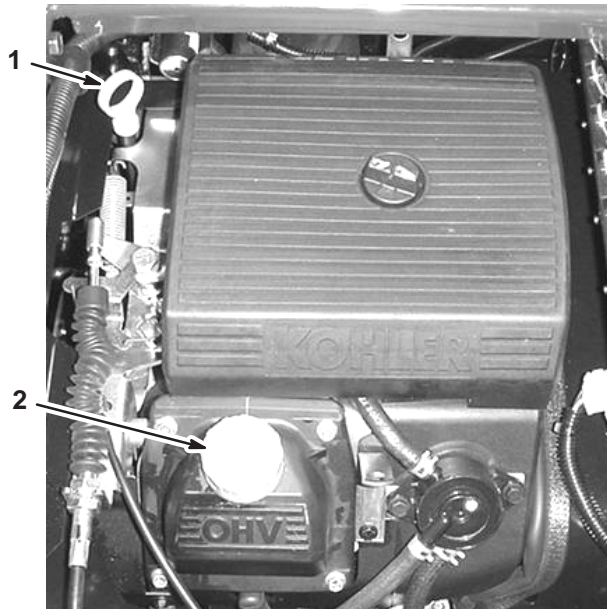

Figure 6
2. Retirez la jauge et essuyez-la sur un chiffon propre (Fig. 6). Remettez la jauge dans le tube en vérifiant qu'elle est enfoncée au maximum. Sortez de nouveau la jauge et vérifiez le niveau d'huile.
3. Si le niveau d'huile est bas, retirez le bouchon de remplissage du couvre-culasse (Fig. 6) et ajoutez la quantité d'huile nécessaire pour amener le niveau au repère maximum sur la jauge. Reportez-vous à la section Changement de l'huile moteur et du filtre, page 34, pour connaître le type d'huile et la viscosité qui conviennent. Versez l'huile lentement et vérifiez souvent le niveau durant la procédure. **Ne remplissez pas excessivement.**